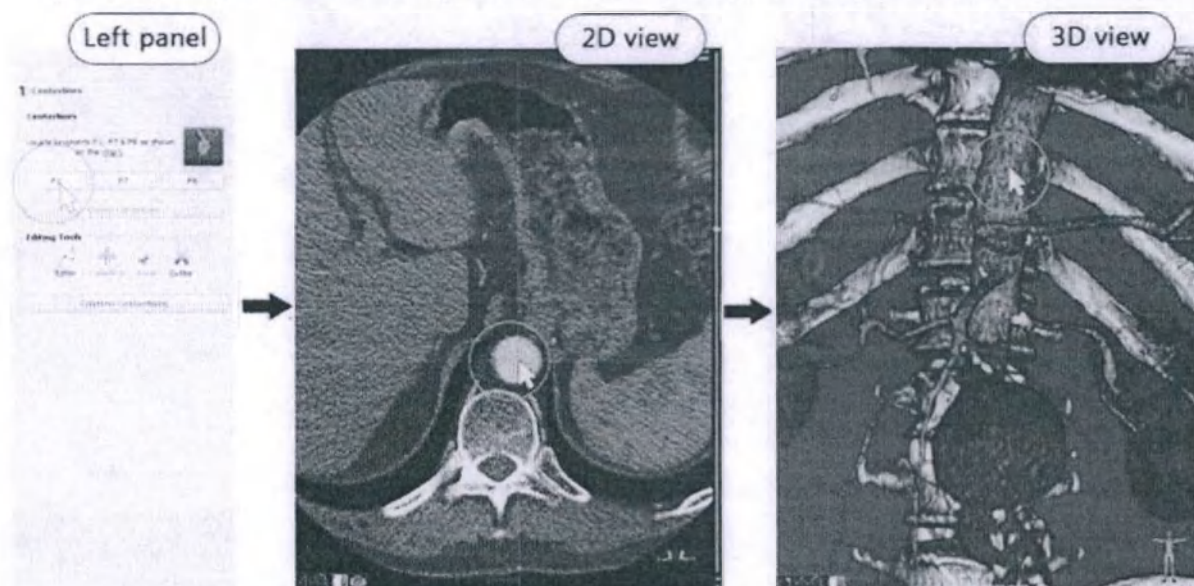

Рисунок 2: Шаги извлечения базовой центральной (осевой) линии
- Найдите и выберите ключевую точку, соответствующую анатомическому положению P1, на виде 3D. В качестве альтернативы используйте бегунок на правой стороне окна вида 2D и прокрутите до требуемого среза, чтобы выбрать ключевую точку на виде 2D. (Рисунок 2)